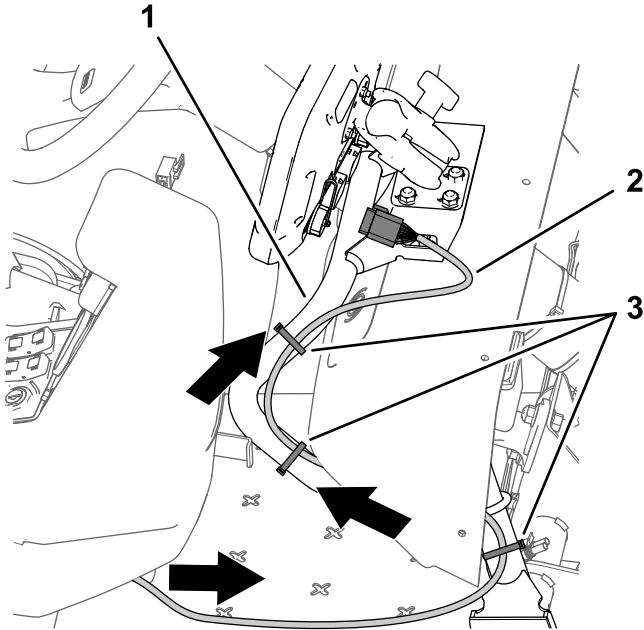

图205
- 沿仪表板下方朝前布置 220cm 数据线束支管带 26 插槽接头的线束支管 图205。
- 沿监控器支撑管布置 220cm 数据线束支管 图205
- 如 图205 所示确保 220cm 数据线束支管足够松弛以便允许打药机操作员调整监控器的位置并用扎带将线束固定至监控器支撑管。